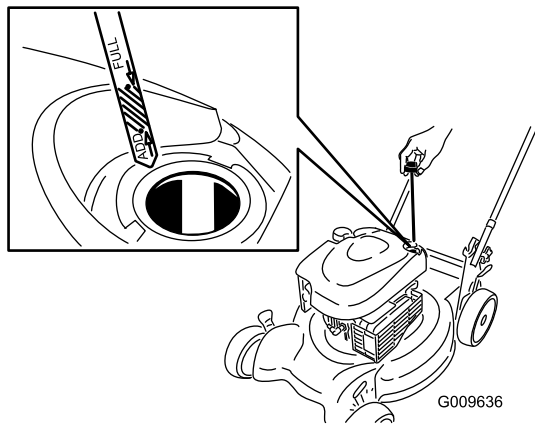

Figure 7
1. Retirez la jauge, essuyez-la sur un chiffon et remettez-la dans le goulot de remplissage (Figure 7).
2. Sortez de nouveau la jauge et contrôlez le niveau d'huile (Figure 7). Si le niveau n'atteint pas le repère **minimum** (Add) de la jauge, versez lentement suffisamment d'huile dans le goulot de remplissage pour faire monter le niveau au repère **maximum** (Full). **Ne remplissez pas excessivement.** (Remplissage max. : 0,59 l (20 oz), type : huile détergente SAE 30 de classe de service API SF, SG, SH, SJ, SL ou supérieure.)